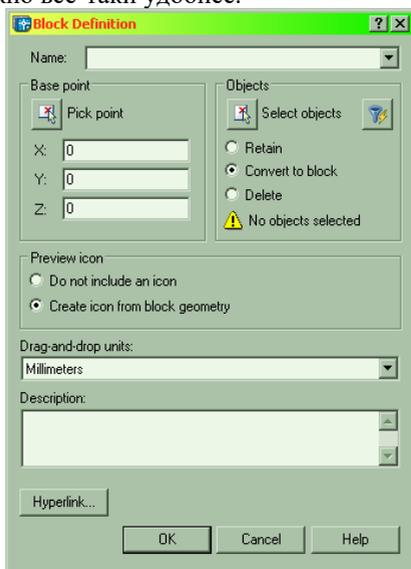

Рисунок 4.10– Диалоговое окно создания блока
**Block** (меню: Draw – Block – Make... или кнопка  панели инструментов «Draw»). Появится диалоговое окно «Block Definition» ( рисунок 4.10).